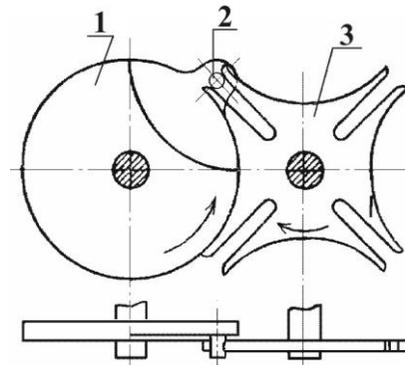

Рис. 5.20
**Мальтийские механизмы** (рис. 5.20) применяют для преобразования непрерывного вращения ведущего звена 1 в прерывистое движение ведомого звена 3. Палец 2, закрепленный на ведущем звене 1, последовательно входит в прорези ведомого звена (креста 3). На рисунке показан момент начала движения креста 3. Палец 2 находится в начале прорези. При вращении звена 1 по часовой стрелке палец входит внутрь прорези, приближаясь к оси вращения креста, а затем начина-